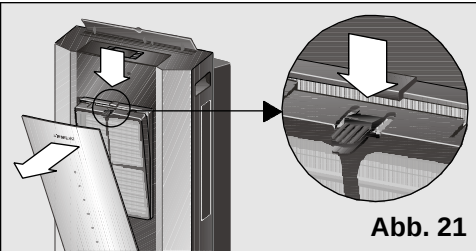

Abb. 21
Filterrahmen und waschen Sie den Grobstaubfilter und den Filterrahmen (**Abb. 21**) unter fließendem Wasser. Lassen Sie ihn vollständig trocknen, bevor Sie ihn wieder ins Gerät einsetzen.
- Den Grobstaubfilter aus dem Gerät herausnehmen, siehe Abb. 21.